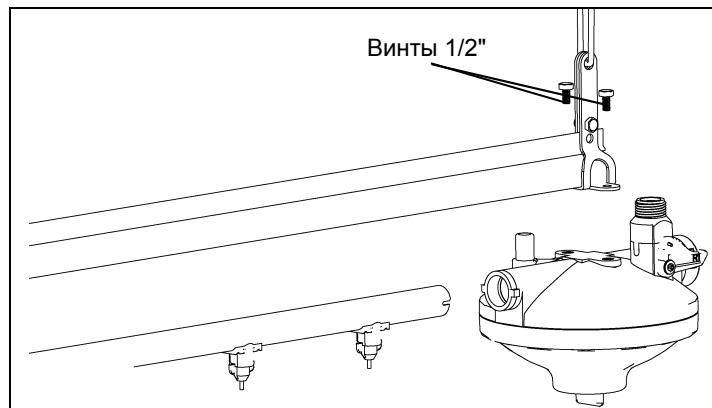

Рисунок 7E
1. Установите регулятор на опорный кронштейн с помощью двух (2) винтов длиной 1/2" (S-4614) из комплекта регулятора как показано на Рисунок 7E.
2. Вставьте водопроводную трубу в регулятор и совместите вырезы в трубе с направляющими регулятора, как показано на Рисунок 7E. **ПРИМЕЧАНИЕ.** Рекомендуется установить клапаны поилки на водопроводные трубы до начала монтажа системы на месте, чтобы не допустить попадания мусора в водопроводную систему. (См. раздел "Клапан поилки" на стр. 27.)